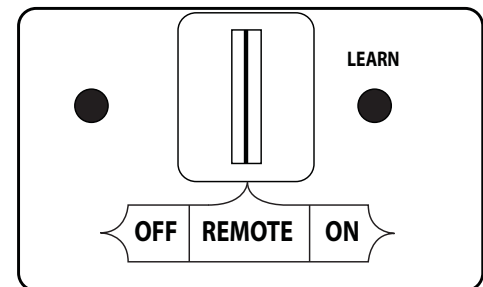
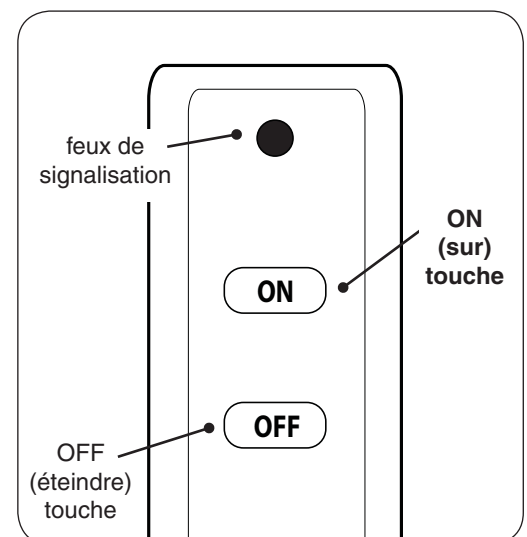

Fig. 30-1 Détail récepteur de télécommande (REMOTE)
Fig. 30-2 Détail télécommande
1. Repérez l'interrupteur à 3 positions sur le récepteur de télécommande (voir Fig. 30-1), Et faites glisser le commutateur sur la position **REMOTE** (éloigné).
**Note:** Veiller à ce que l'interrupteur ON/OFF (sur/éteindre) à l'avant de la boîte de commutation est en position **OFF (O)** (éteindre).
2. Localiser la télécommande et appuyez sur la touche **ON** (sur). Voir Fig. 30-2. La séquence d'allumage commence.